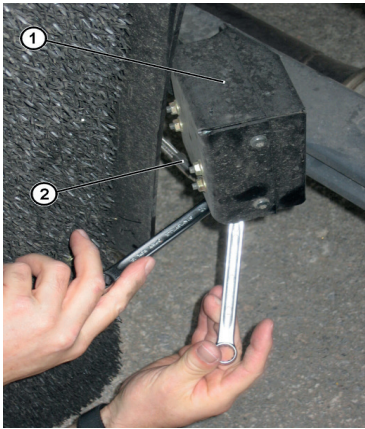

Fig. 3: Raccordement de la conduite de pression d'essai_1
1. Desserrer le raccord de la conduite de dosage (Fig. 3, Pos. 2) sur le module de dosage (Fig. 3, Pos. 1).